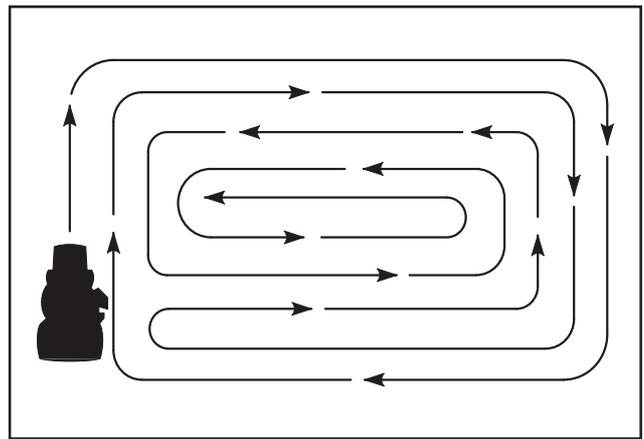

Figura 18: Suggerimenti per la falciatura
8. Quando si falciano grandi aree, iniziare girando verso destro cosicché l'erba tagliata si scarica lontano da arbusti, staccionate, marciapiedi, ecc. Dopo uno o due giri, falciare nella direzione opposta facendo giri a sinistra fino a completare (figura 18).